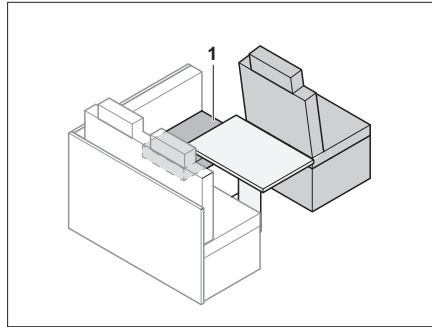

Bild 154 Vor dem Umbau
- Sitzpolster (Bild 154,1) zur Seite legen.